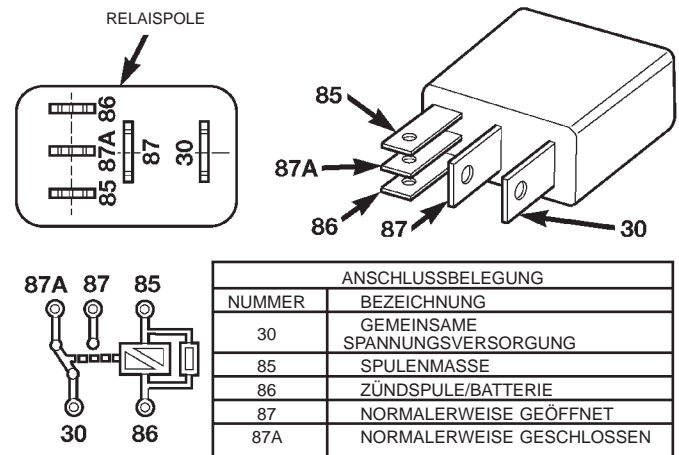

Abb. 12 Typ-2-Relais
(14) Bei Ausstattung mit einem **Typ-2-Relais** (Abb. 12) sind die Prüfschnüre vom Niederstrom-Kurzschlußbrückenadapter an den Polen 30 und 87 im Steckplatz des Relais in der PDC anzuschließen. Zur genauen Lage dieser Pole im Steckplatz des Relais in der PDC siehe die an der Unterseite des Relais eingepprägten Zahlen (Abb. 12).